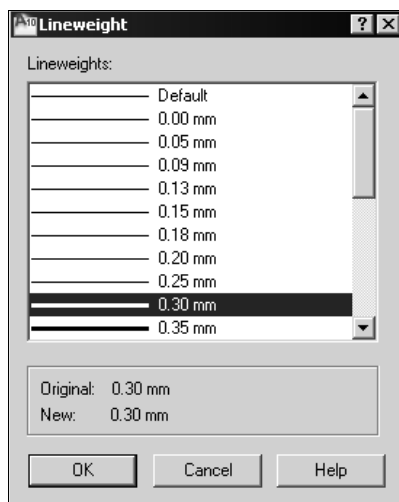

Рис. 5.11. Диалоговое окно установки толщины линии объектов на слое
9. В диалоговом окне **Layer Properties Manager** (Диспетчер свойств слоев) щелкните мышью на пересечении столбца **Lineweight** (Вес линии) таблицы информационного поля и строки создаваемого слоя. Появится диалоговое окно с аналогичным названием (рис. 5.11).